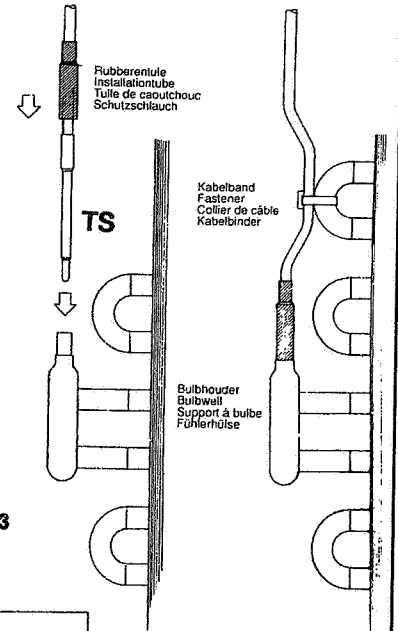

fig 3
2. Monteer de temperatuurvoeler in de bulbhouder (fig.3)
3. Insert the temperature sensor into the bulbwell (fig.3).
3. Introduire la sonde dans le support à bulbe.(fig.3)
3. Befestigen Sie den Temperatur fühler in Fühlerhülse.(fig.3)